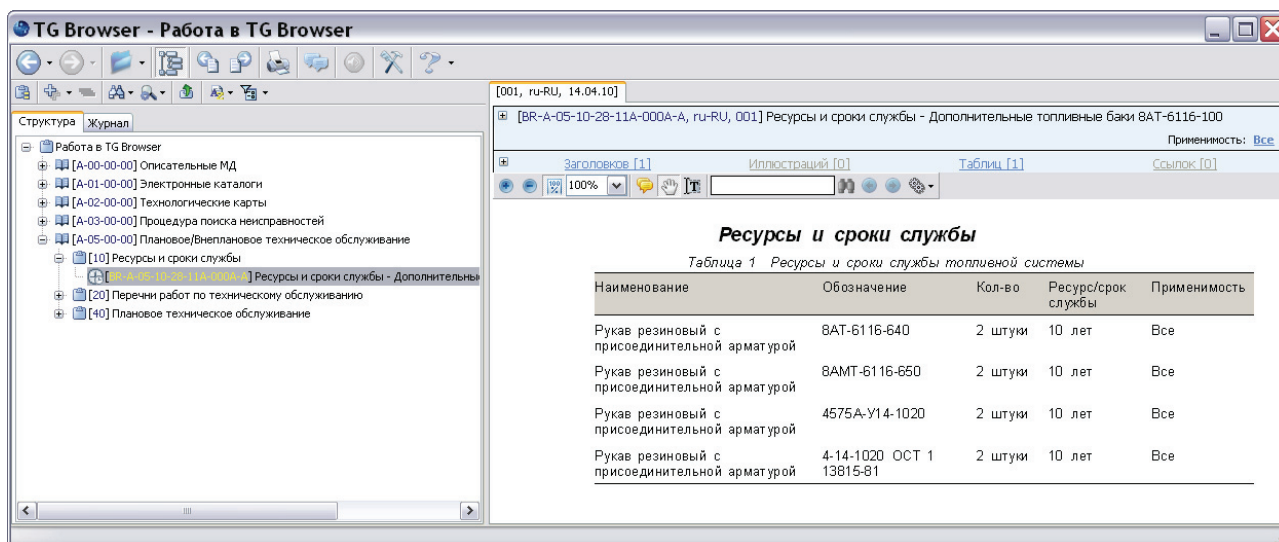

Рис. 3.73
2. На вкладке **Структура** в папке «Плановое/Внеплановое техническое обслуживание» выберите МД «[BR-A-05-10-28-11A-000A-A] Ресурсы и сроки службы - Дополнительные топливные баки 8AT-6116-100» (Рис. 3.73).